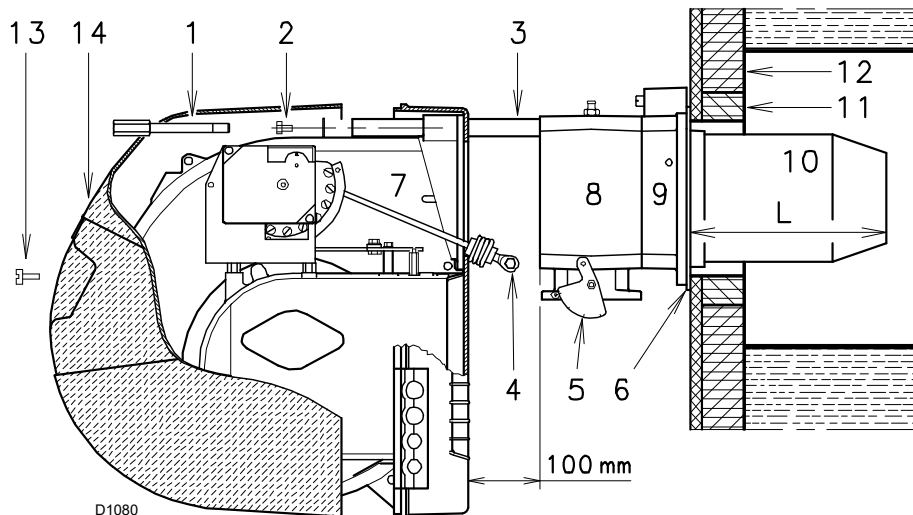

Abb. 12
Bei Kesseln mit vorderem Rauchumlauf 13) (Abb. 12) eine Schutzabdeckung aus hitzebeständigem Material 11) zwischen der Schamotte des Kessels 12) und dem Flammrohr 10) schaffen.
Trennen Sie den Flammkopf vom Rest des Brenners, wie in Abb. 12 dargestellt; Gehen Sie dazu wie folgt vor:
- Den Brenner 4)(Abb. 15) wieder auf den Führungen 3) in einem Abstand von ca. 100 mm zur Muffe 5) montieren - der Brenner befindet sich in der in Abb. 12 auf S. 16 dargestellten Position.